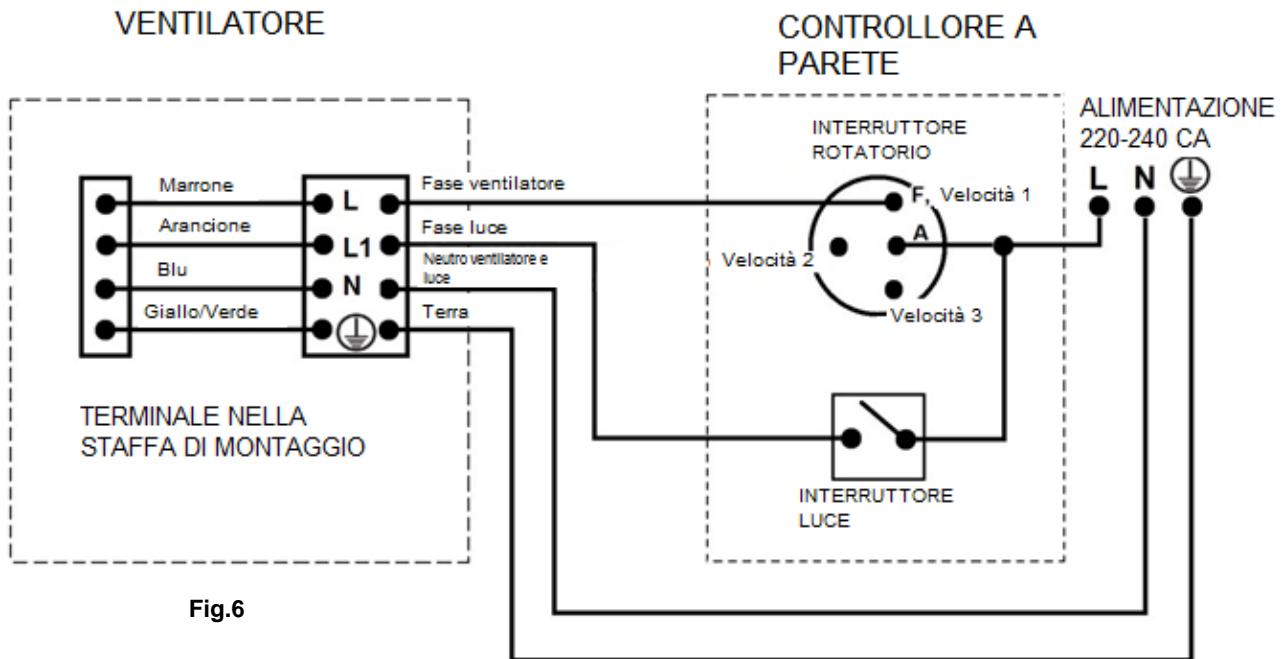

Fig.6
- Completare il collegamento elettrico come illustrato nello schema sottostante (Fig. 6).